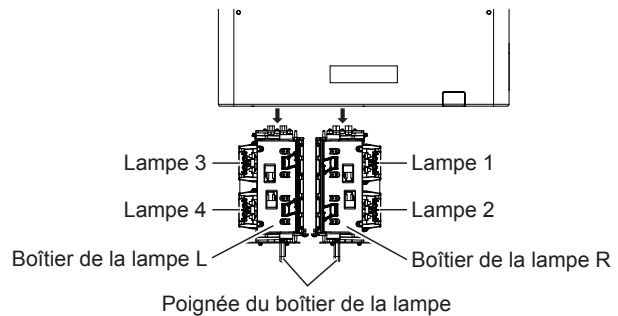

Fig. 3
- Maintenez la poignée du boîtier de la lampe sur le côté où la lampe à remplacer a été fixée, puis retirez le boîtier de la lampe vers l'arrière. (Fig. 3)